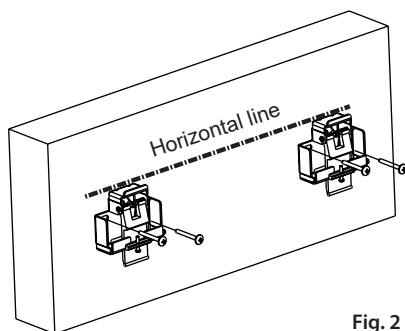

Fig. 2
1. Pour le montage sur un mur en pierre ou en béton, veuillez utiliser des chevilles à haute résistance (j) ou des chevilles en plastique (h). Déterminez la position de montage des équerres de fixation (b) en fonction des dimensions du carter et de la hauteur de l'écran de projection. Tracez une ligne horizontale (grâce au niveau à bulle) pour installer les deux équerres de montage à la même hauteur. (voir Fig. 2)